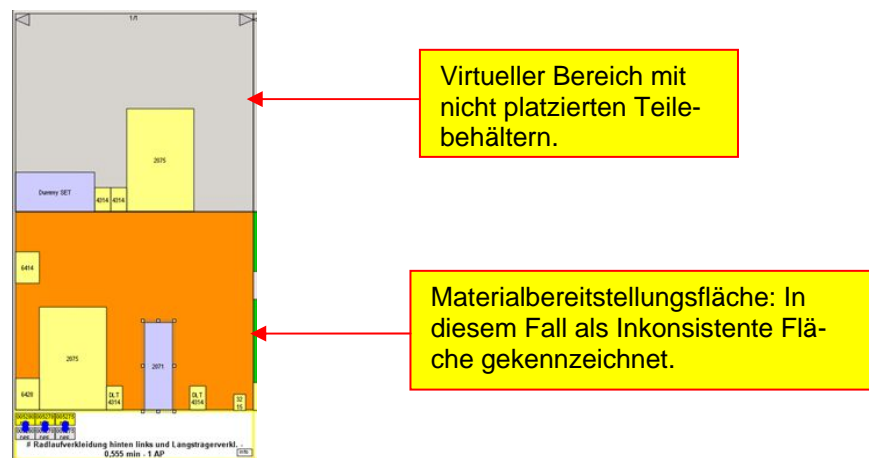

Abbildung 296: Teilbehälter im virtuellen Planungsbereich
- Sie können Teilebehälter und Regale manuell aus dem virtuellen Bereich in der Materialbereitstellungsfläche platzieren (siehe Abbildung 296). Für jede Materialbereitstellungsfläche ist ein virtueller Bereich verfügbar. Im virtuellen Bereich werden Teilebehälter angezeigt, die in der Materialbereitstellungsfläche noch nicht platziert wurden. Der virtuelle Bereich entspricht den Abmessungen der Materialbereitstellungsfläche. Siehe Virtueller Bereich.